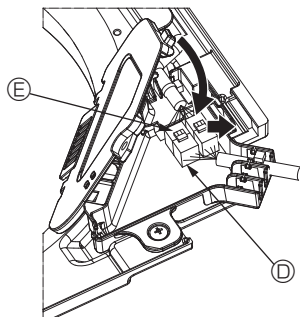

Fig. 5-10
- ③ После размещения проводов в коннекторную коробку закройте крышку коробки. Убедитесь, что вы не зажали провода. (Fig. 5-10) Закрывая крышку коннекторной коробки, сдвиньте крышку в направлении, указанном стрелкой, и убедитесь, что выступ надежно вставлен.